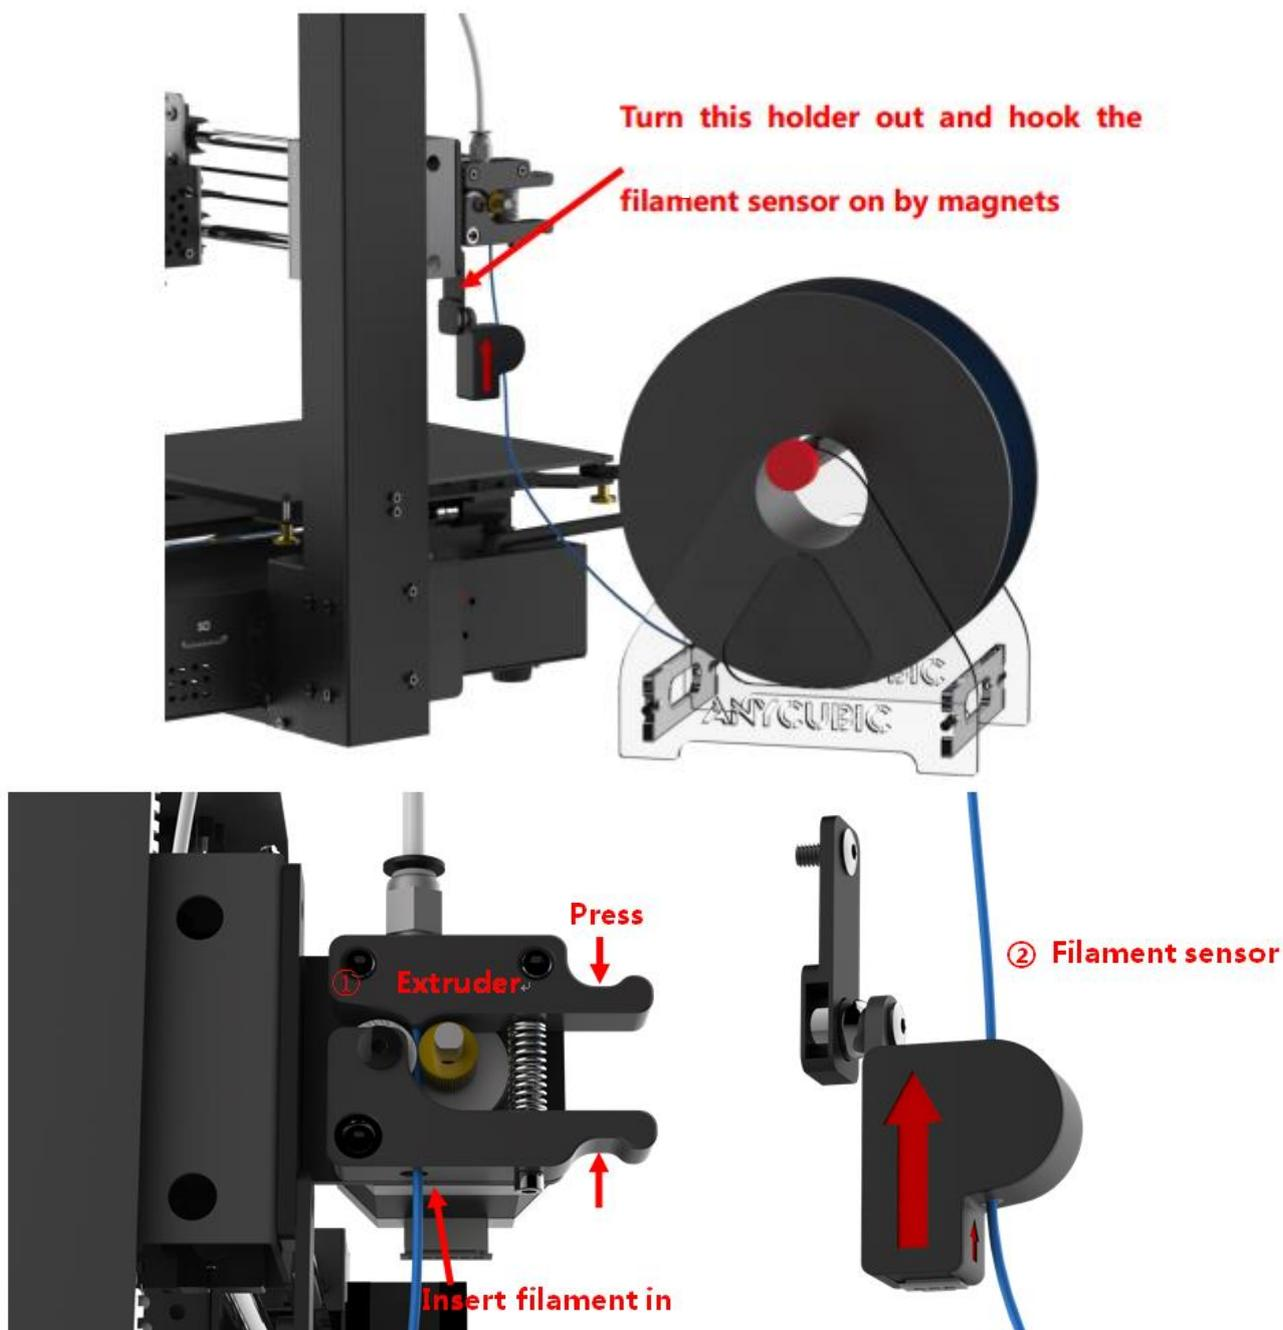

Figure 6
- (2) Как показано на рис.6, установите ручную катушку с нитью в держатель катушки. Протяните нить через датчик нити. Вставьте нить в экструдер и Тefлоновую трубку, но не полностью вставляйте ее в экструдер (до предварительного прогрева экструдера).
- Пока поднимается температура, пожалуйста, вручную вставьте нить через тефлоновую трубку в экструдер. (См. предыдущий Рис.6)